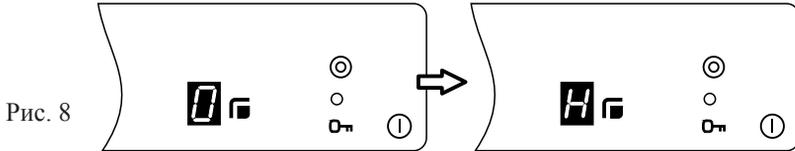

Рис. 8
После выключения конфорки в окне индикации ③ (рис. 8) высвечивается буква «Н» (от англ. hot – «горячий»). Индикация «Н» гаснет, когда температура рабочей зоны становится безопасной.